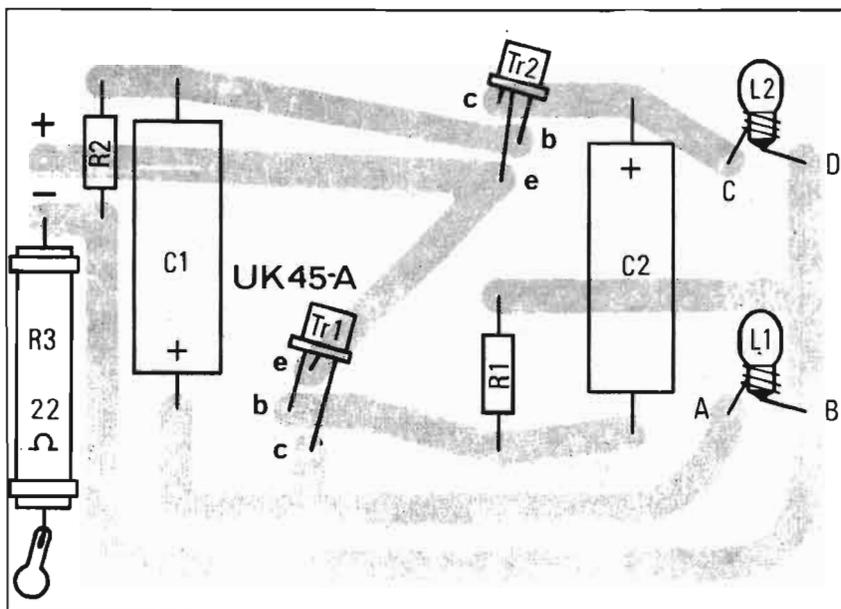

Fig. 2 - Sérigraphie du circuit imprimé.
Pour ce faire, partons des canaux français  $F_2$  et  $F_4$  et superposons les canaux européens  $E_2$ ,  $E_3$ , et  $E_4$  (Fig. 2). Nous voyons, hélas, que les transformations s'avèrent des moins faciles car, en estimant pouvoir obtenir le « son » d'une autre manière, les images des canaux européens reçus sur les canaux  $F_2$  et  $F_4$  seraient très mauvaises. Le canal  $E_2$  manquerait de définition car toute la partie A est anormalement tronquée. Le canal  $E_3$  aurait « du son dans l'image ». Quant au canal  $E_4$ , il serait aussi coupé de sa partie A par la propre sélectivité du récepteur TV.
Il faut avant tout, repérer exactement les points de soudure de chaque borne. Pour cela se référer à la figure 2 où apparaît la sérigraphie des composants
- Insérer et souder les deux résistances de 1,5 k $\Omega$  puis les deux condensateurs de 500  $\mu$ F. Il est très important de respecter les polarités indiquées à la figure 2.